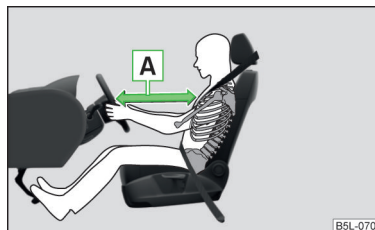

Fig. 9 Distanță sigură față de volan
- Atât pentru șofer cât și pentru pasagerul față este important să păstreze o distanță de aproximativ 25 cm față de volan, respectiv de planșa de bord **A** » fig. 9. Dacă nu se respectă această distanță, sistemul airbag nu își poate exercita eficiența maximă – Pericol! Pe lângă acestea, scaunele din față și tetierele trebuie să fie întotdeauna reglate în funcție de mărimea corpului.